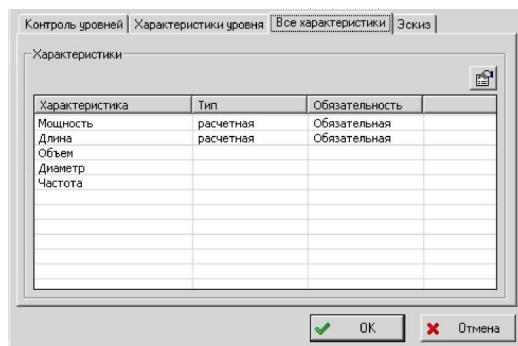

Рис. 24 - Вкладка «Все характеристики» диалогового окна создания уровня классификации
- Вкладка «Все характеристики» – служит для отображения всех характеристик, которые в последующем будут описывать свойства объектов на текущем уровне классификации (рис. 24). В этой вкладке отображаются характеристики заданные для текущего уровня, а также наследуемые от вышестоящих уровней или справочника с целом.